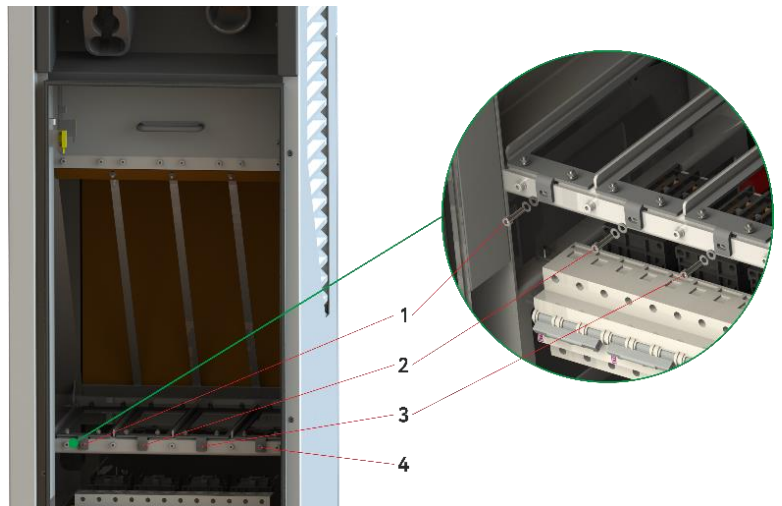

Рисунок 5.13. Місце встановлення зарядних модулів
5. Щоб встановити модулі на нижній рівень (Двері 1), вийміть кріплення 1, 2, 3, 4 (рис. 5.13).